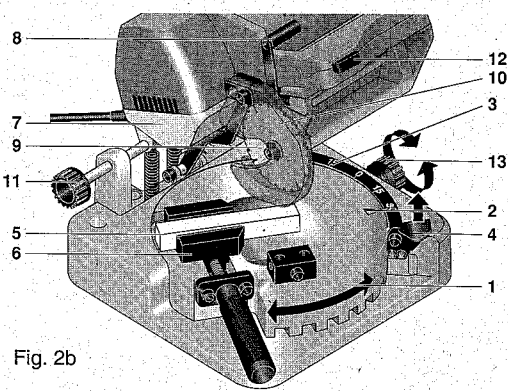

Fig. 2b
7.2.2.2 Wenn Sie Gehrungsschnitte herstellen möchten: (Siehe hierzu Fig. 2b):